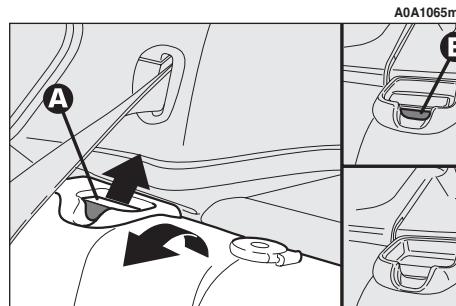
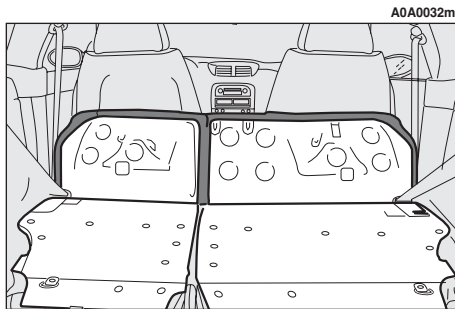

fig. 25
fig. 26
— trasversalmente tra gli schienali dei sedili anteriori ed i cuscini ribaltati dei sedili posteriori in occasione di vano bagagli totalmente ampliato (vedere **fig. 26**).
— sollevare le leve (**A-fig. 25**) di ritenimento schienali e ribaltarli in avanti, in modo da ottenere un unico piano di carico (**fig. 26**).
— sollevare la leva di ritenimento schienale (**A-fig. 25**) e ribaltare quest'ultimo in avanti.
- sollevare gli schienali spingendoli indietro fino a percepire lo scatto di bloccaggio di entrambi i meccanismi di aggancio, verificando visivamente la scomparsa della “banda rossa” (**B-fig. 25**) presente sulla parte superiore delle leve. Tale “banda rossa” indica infatti il mancato aggancio dello schienale;